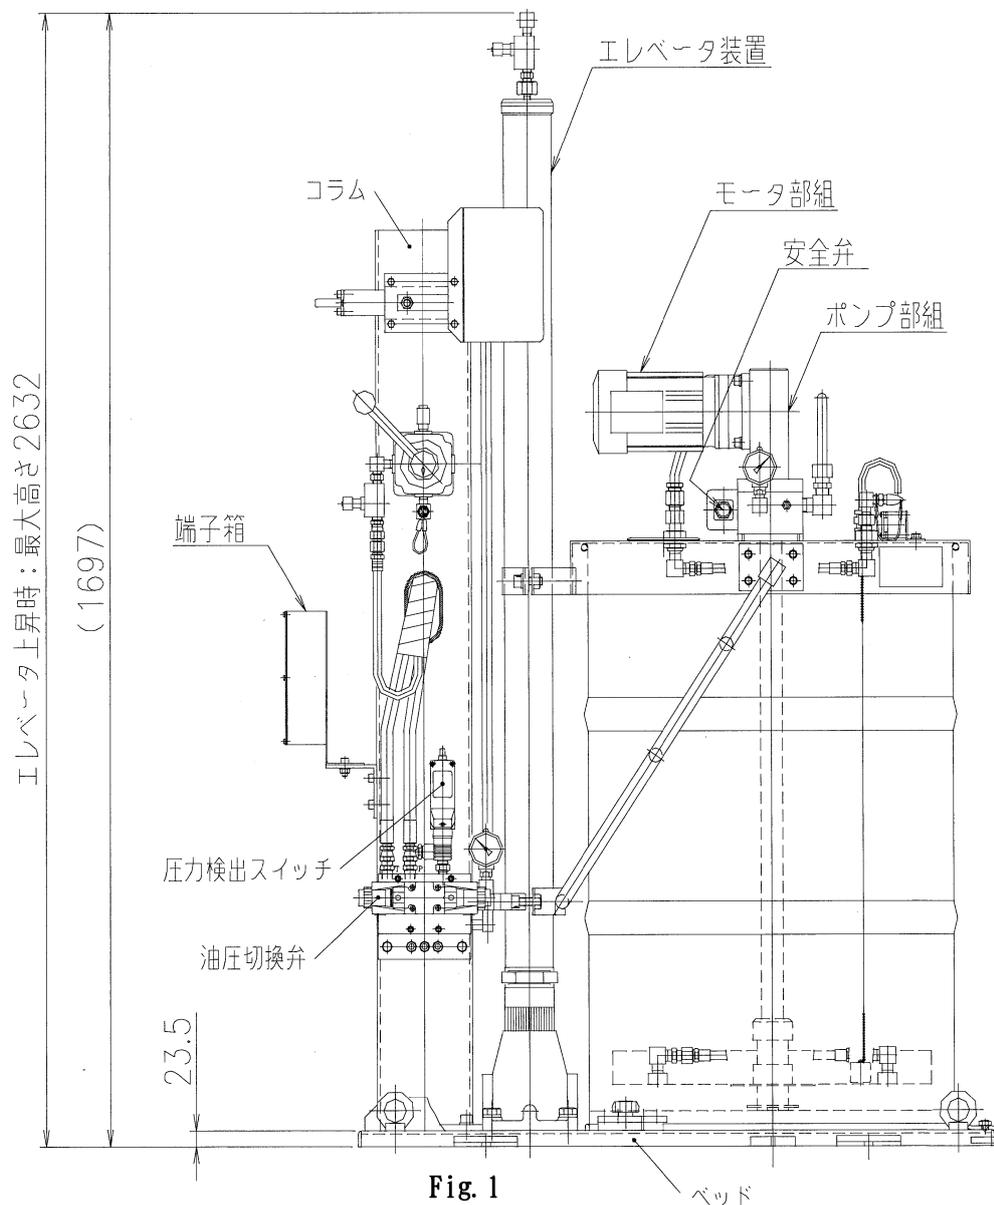

Fig. 1
- ・ 本機のエレベータ上昇高さが最大高2,632mmとなります。設置の際、周囲とのスペースを充分に確保して下さい。(Fig.1、標準 端子箱付 デュアルラインの場合を示します)